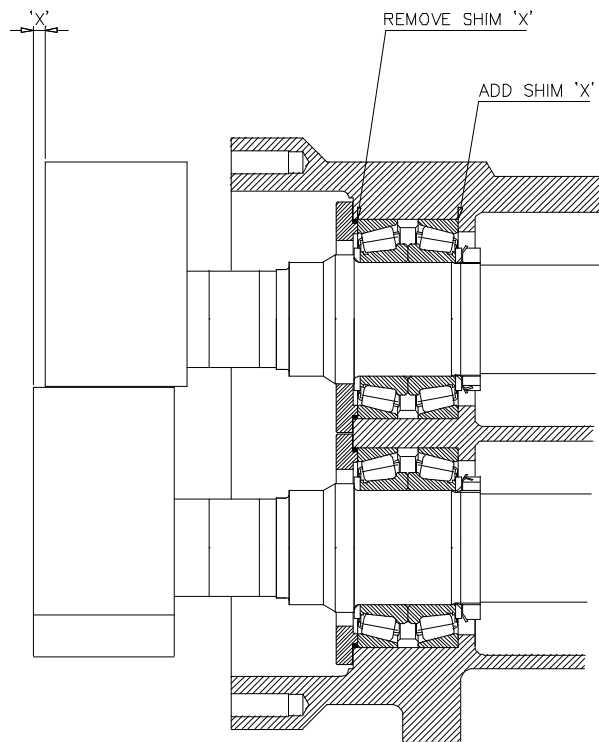

Fig 35 Inställning av rotor.
- Använd en djupmikrometer eller liknande anordning för att mäta ev avvikelser 'X' i rotorernas främre spel. Se fig. 35. Om en avvikelse konstateras flyttas shimsen (5.04) med en tjocklek motsvarande avvikelsen 'X' från platsen under de undre rotorlagerhållarna (5.06) till platsen under den främre lagerbanan (5.05).